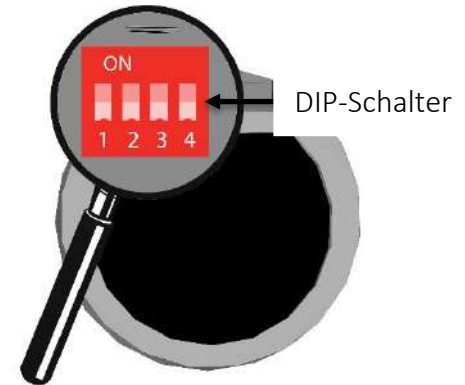

Abb. 5.1 Tube
- ⇒ Vor der ersten Inbetriebnahme sollten die Einstellungen für das Lüftungsprinzip vorgenommen werden. Diese werden mit Hilfe von DIP-Schaltern (s. Abb. 5.1) auf der Tube eingestellt.